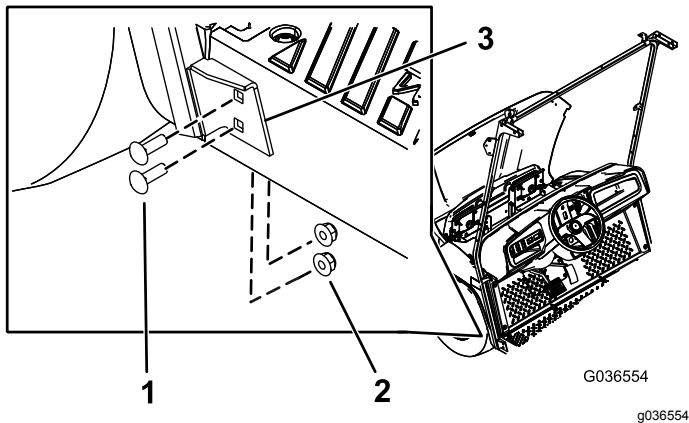

Bild 6
5. Befestigen Sie die untere Halterung der Windschutzscheibenstütze mit vier Schlossschrauben (5/16" x 1") und vier Bundmutter (5/16") in den in Schritt 2 gebohrten Löchern an der linken Seite der Maschine (Bild 6).